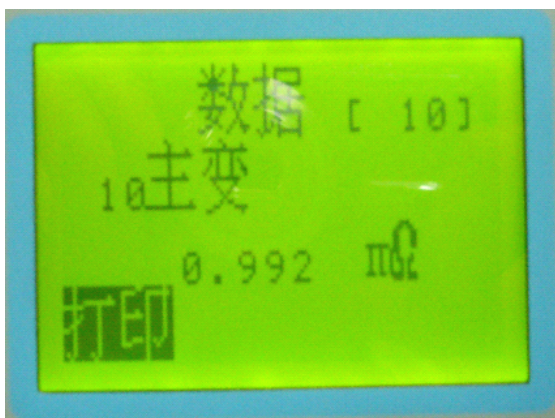

图 5 数据显示子菜单
(3) 选中“显示”并按执行键后，进入数据显示子菜单（见图 5）液晶显示最后存入的数据，然后按垂直方向键，顺次显示前面存入的数据。按确认键打印当前显示数据并返回到数据子菜单。按复位键回主菜单。